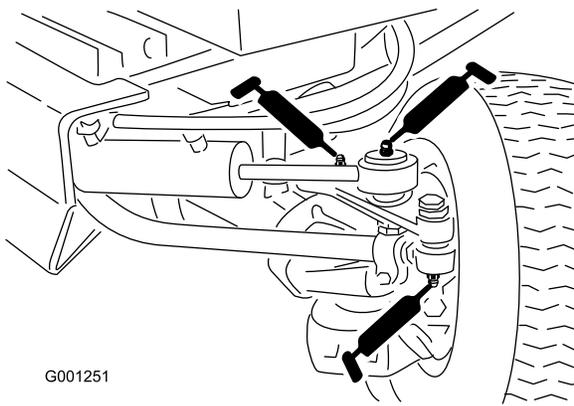

Bild 46
- Spurstangenende (2) (Bild 46)
- Zylinderstangenenden (2) Bild 46
- Lenkgelenke (2) Bild 46
- Achsenlagerbolzen Bild 46